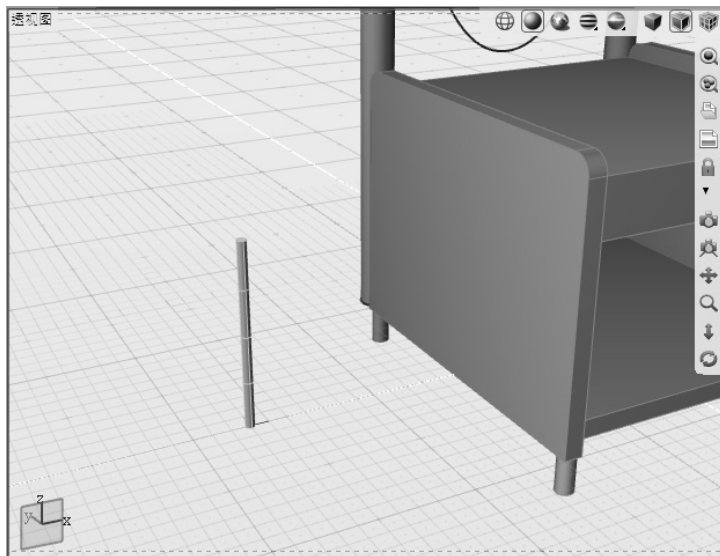

图 5-29 创建柱体
1) 在任意位置创建一个柱体，设置其顶部和底部的半径值为 0.25cm，高度为 10cm，如图 5-29 所示。